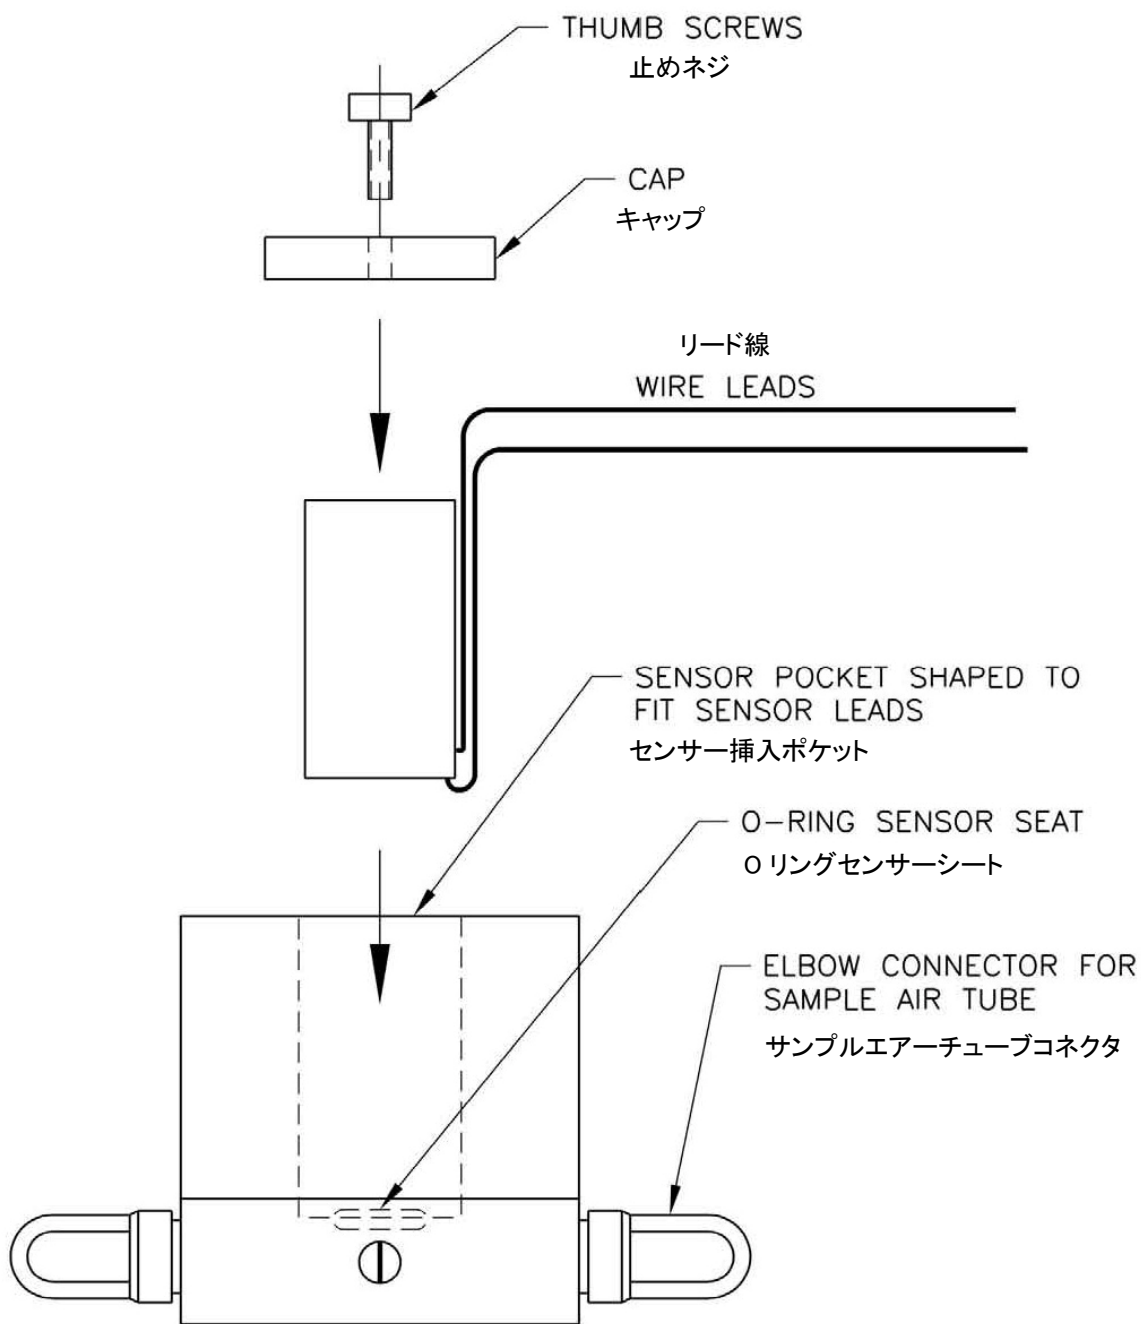

図 19 O2 センサーセルの交換
O₂ センサーの寿命は約 9 ヶ月です。キャリブレーション時にゲインを上げても数値の変化がなくなった場合、センサーセルを交換する必要があります。図 19 は O₂ センサーのハウジングを示します。以下のステップに従い交換を行ってください。
6. 図 19 の“THUMB SCREW”を外し、O₂ センサーハウジングから「CAP」を外します。